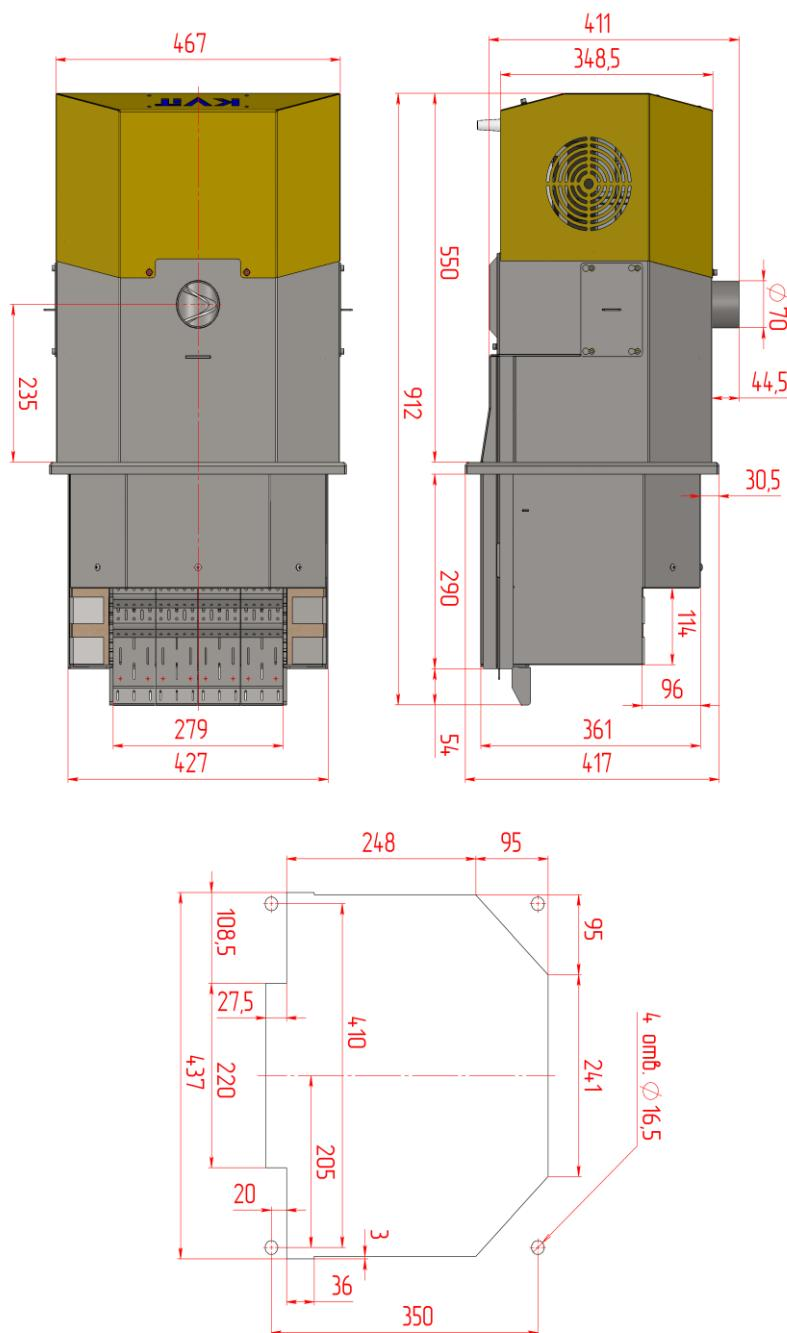

Рис.3 Габаритные и присоединительные размеры пеллетной горелки КВТ Optima 300 кВт.
- 2) Согласно схеме на Рис.3 выполнить монтажные отверстия в штатной дверце котла, если в комплекте поставки не предусмотрена дополнительная дверца горелки.